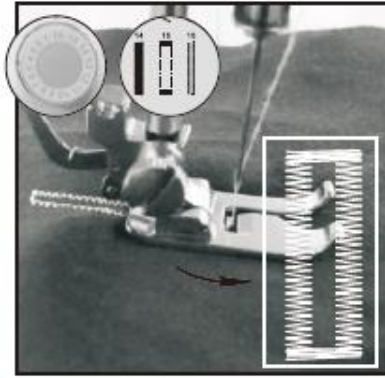

Abb. 19
- 6) Wählen Sie Stich Nr. 16, schalten Sie dann den Schalter ein und nähen Sie, bis das Knopfloch fertiggestellt ist (Abb. 19).